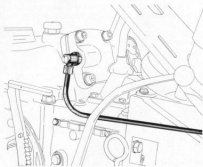

Abb. 15
3. Die Montage der Rohrleitung am Kraftheberblock erfolgt in gleicher Weise (Abb. 15). Bei dem Zusatzanschluß M 18x1,5 wird zuerst der Reduziernippel TM 6766 mit dem Dichtring in die Gewindebohrung des Steuergerätes fest eingedreht. Das Rohrende 6x1 wird mittels der entsprechenden Ermeto-Verschraubung dann in die Gewindebohrung des Reduziernippels eingesetzt.